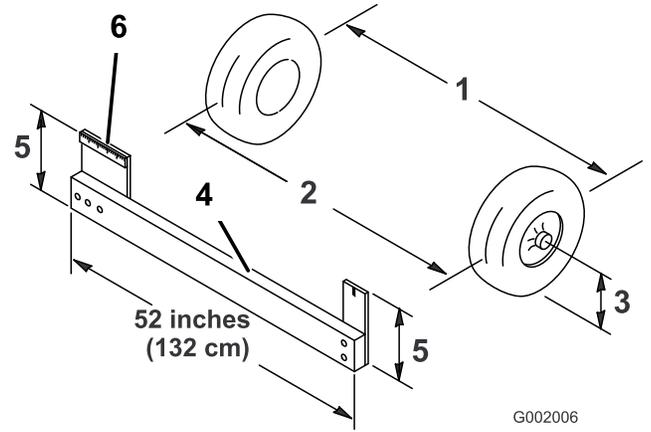

图 50
4. 以轮轴的高度为标准分别测出两个前轮的轮前距离和轮后距离图50。
**注意** 要测量轮轴高度的前轮轮后距离需要使用夹具或定位仪。使用相同的夹具或定位仪、还可以以轮轴高度为标准、准确测量前轮的轮前距离(图50)。